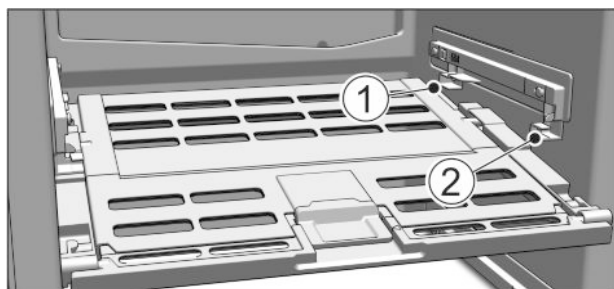

Fig. 43
- ▶ Deksel Fruit & Vegetable-Safe aanbrengen: Dekselranden van onder in de achterste houder Fig. 43 (1) plaatsen en van voren in de houder Fig. 43 (2) klikken.